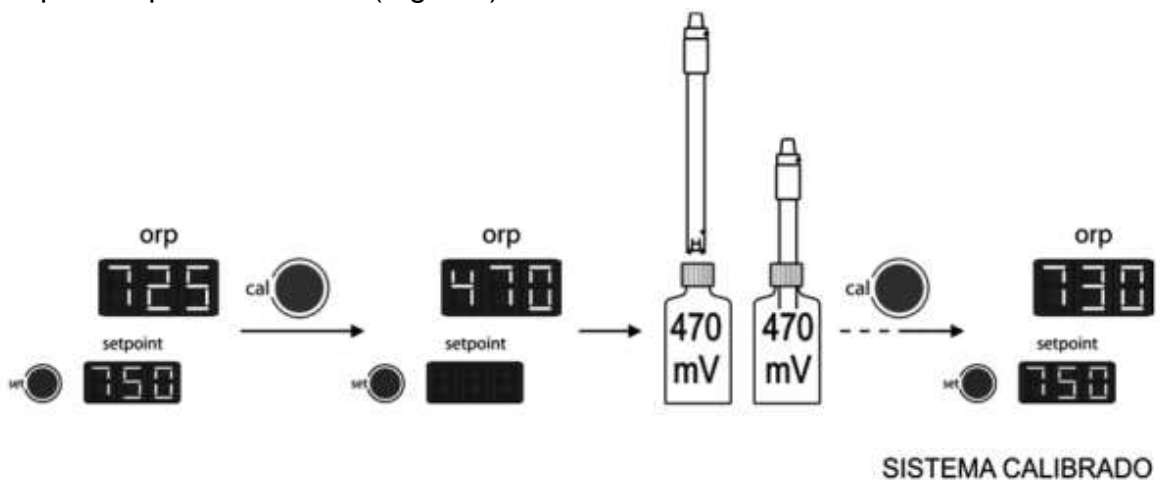

Fig 3.3
3. Agite o sensor com cuidado de modo que se elimine as possíveis gotas d’água que possam ter permanecido na superfície do mesmo, e então introduza-o na solução de calibragem (470 mV). Agite suavemente por alguns segundos, e pressione a tecla “CAL” [16]. Se o processo de calibragem foi concluído satisfatoriamente, se escutará um “beep”, e o controlador estará calibrado e preparado para funcionar. (Fig. 3.3)